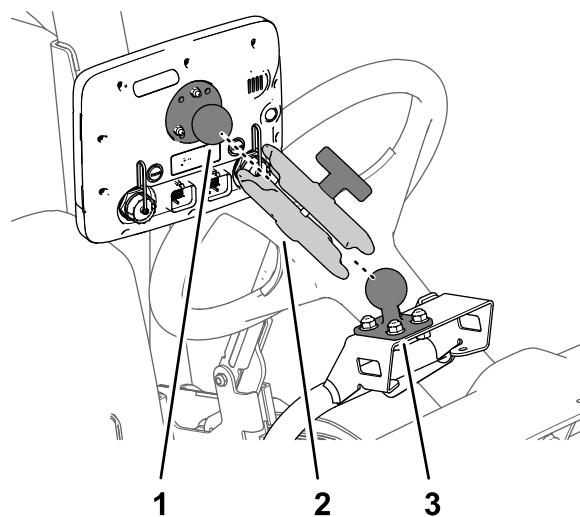

Figura 164
3. Monte a união da rótula no monitor e a montagem da rótula na máquina no braço do monitor (**Figura 164**).
4. Ajuste o monitor de forma a que seja visível a partir da posição do operador e aperte o manípulo do braço do monitor à mão (**Figura 164**).